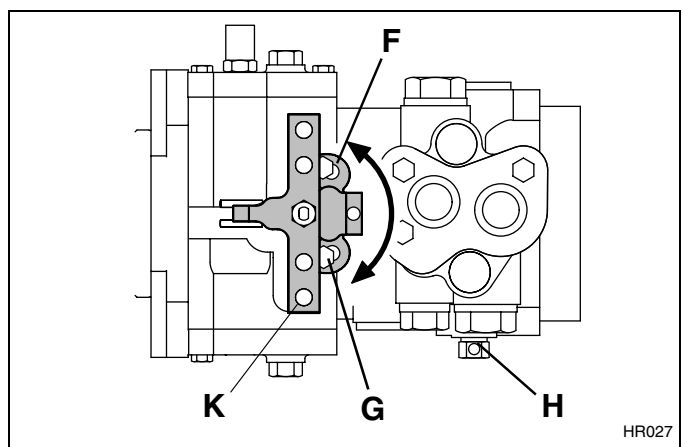

Figura 3G
1. Assicurarsi che il braccio di ritorno (**K - Figura 3G**) sulla pompa sia regolato su neutro, come indicato nella Sezione 3.6.